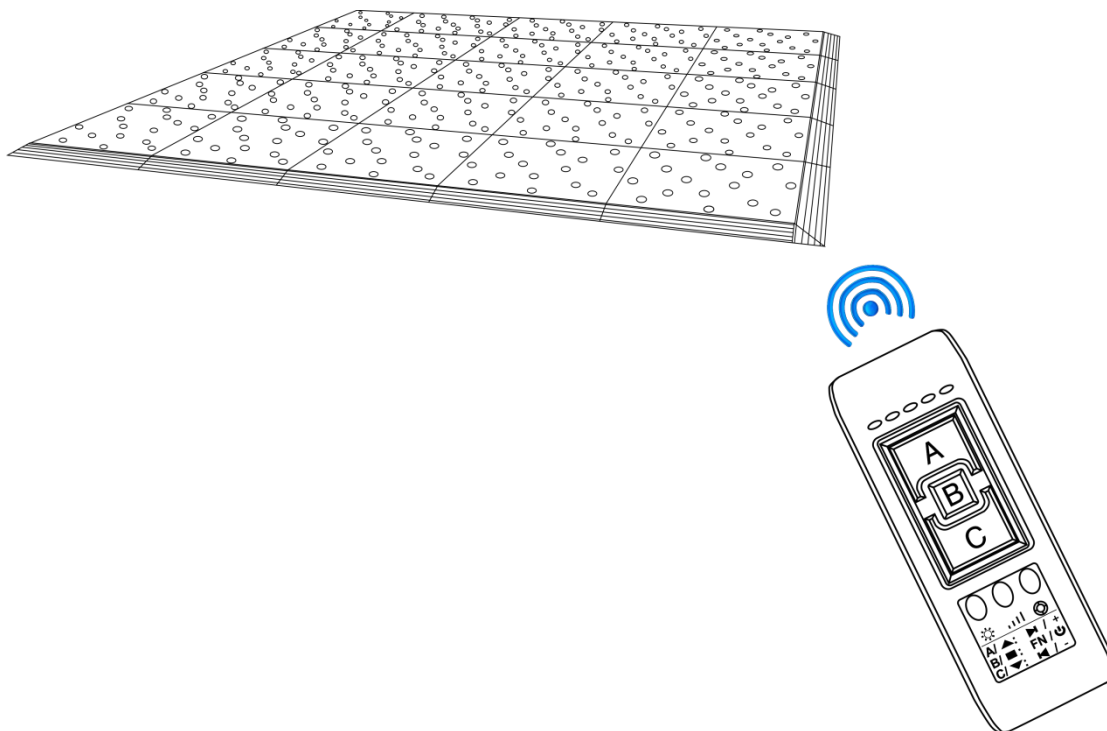

Fig. 11
- 02) Utilisez la télécommande pour faire fonctionner la piste de danse ; voir figure 11.